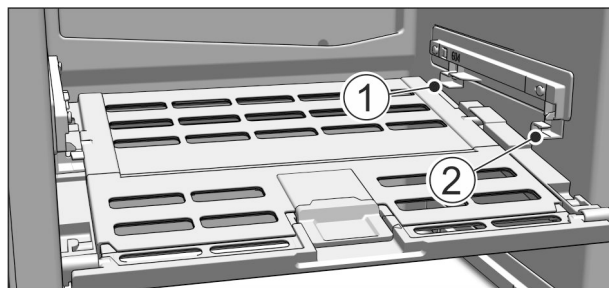

Fig. 51
- ▶ 装入水果和蔬菜长久保鲜盖子：将桥形接片由下方导入后部固定支架 Fig. 51 (1)内并卡在固定支架 Fig. 51 (2)的前部。